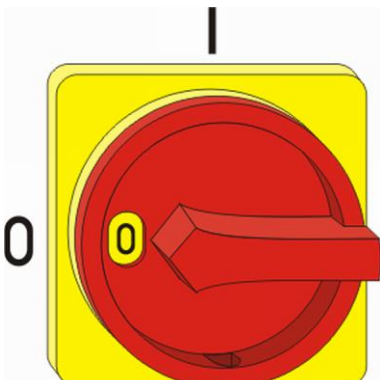

Abb. 35: Hauptschalter
1. Sicherstellen, dass der Hauptschalter am Steuergerät in Stellung "0" bzw. "Off" gedreht ist (Abb. 35).